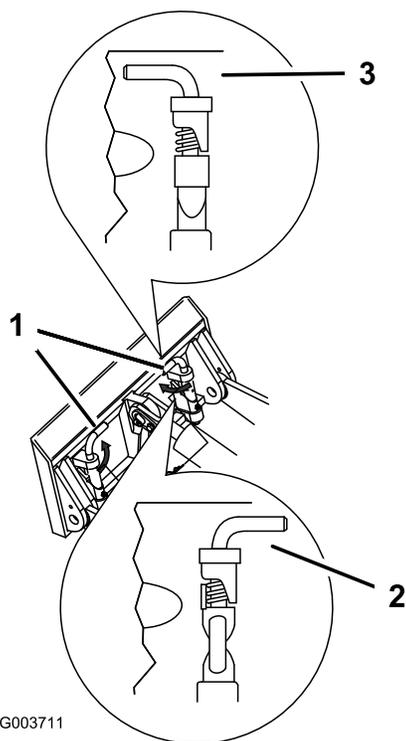

Figura 28
7. Inserite i perni ad attacco rapido, verificando che siano completamente inseriti nella piastra di appoggio (Figura 28).